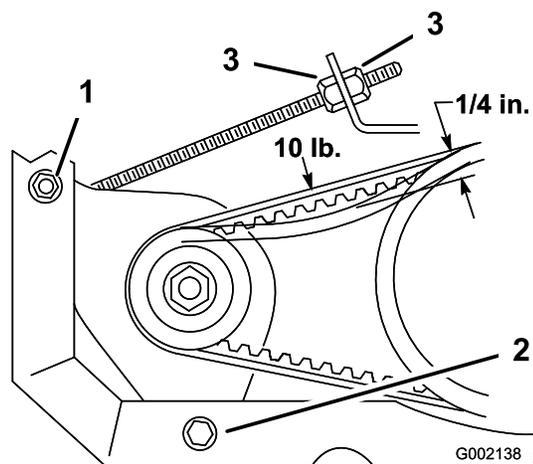

Figure 53
2. Desserrez le boulon de pivot de l'alternateur du démarreur (Figure 53).
3. Coincez un levier entre le support moteur et le démarreur. Desserrez l'écrou sur le boulon de réglage (Figure 53).
5. Serrez l'écrou du boulon de réglage et enlevez le levier. Serrez le boulon pivot de l'alternateur du démarreur (Figure 53).